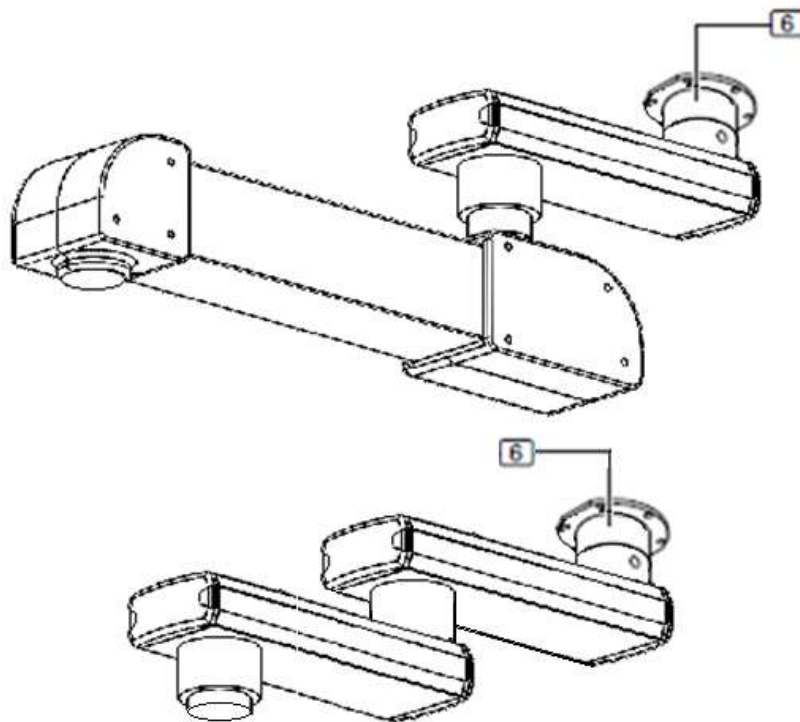

Abb. 13 S-COLUMN und S-COLUMN MOTOR mit Doppelarm
- Stellen Sie den Abstand zwischen den Sechskantmuttern M16 (2) und der Schnittstellenplatte (1) auf 150 mm ein.
- Schrauben Sie die Sechskantmuttern M16 (2) im berechneten Abstand L auf die Gewindebolzen M16 (1).
- Richten Sie die Sechskantmuttern M16 (2) mit einer digitalen Wasserwaage horizontal aus.
- Legen Sie 1 Unterlegscheibe mit einem Außendurchmesser von 34 mm (3) ein.
- Setzen Sie 1 Kunststoff-Isolierscheibe (4) (wie in Abbildung 13 dargestellt) so ein, dass die Unterlegscheibe mit einem Außendurchmesser von 34 mm (3) auf der Kunststoff-Isolierscheibe (4) sitzt.